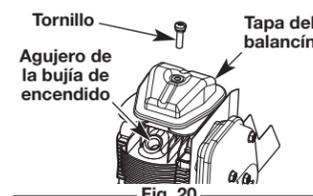
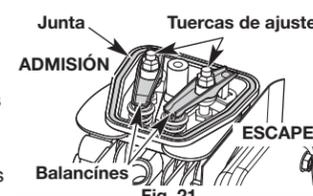

Fig. 20
Fig. 21
6. Quite el tornillo de la tapa del balancín con un destornillador plano o un destornillador Torx T-25 (Fig. 20). Quite la tapa del balancín y la junta (Fig. 21).
7. Inspeccione el orificio de la bujía (Fig. 20) y hala la cuerda de arranque lentamente para mover el pistón. Asegúrese de que: